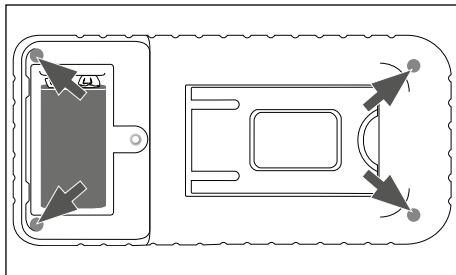

Fig. 5
- ◆ Dévissez les quatre vis au dos de l'appareil et retirez la paroi arrière (voir fig. 5).